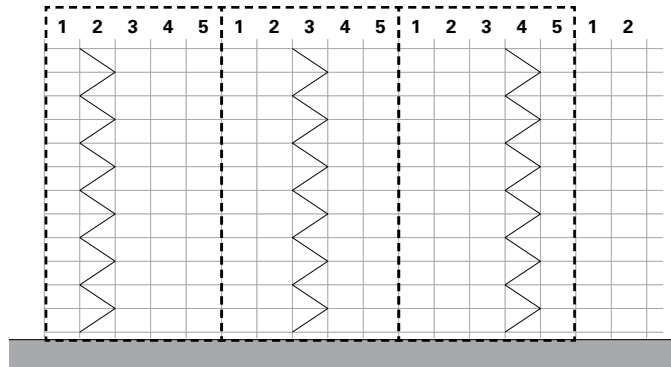

Abb. A5.01
- Zum Aussteifen der äußeren vertikalen Ebene Vertikaldiagonalen mit turmartiger Diagonalenführung verwenden. Einer Diagonale dürfen höchstens fünf Gerüstfelder zugeordnet werden. (Abb. A5.01)